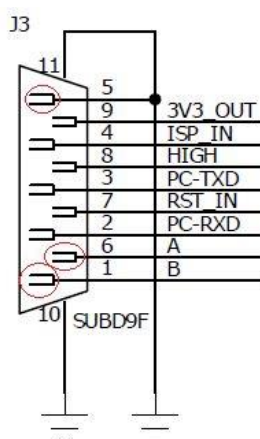

Figura 28: Conexión física del GA4 para la comunicación ModBus
Para conectar el GA4 a la red ModBus, se utilizan los pines 6 (A) y 1 (B) del conector serie. El pin 5 es masa y debe conectarse también a la red ModBus en caso de que sea posible. La Figura 28 muestra como realizar dicha conexión.